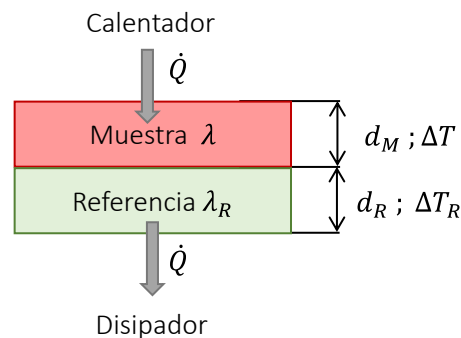

Figura 4. Arreglo experimental para la determinación comparativa de la conductividad térmica.
- 2) Luego de cada medición (1), abra el circuito y monitoree la diferencia de potencial en la celda en función de ΔT . Determine α .
- 6) Caracterice la celda Peltier como refrigerador. Para obtener la conductividad térmica realice una medición comparativa con un elemento de conductividad conocida, como se muestra esquemáticamente en la figura 4.
La conductividad térmica se define como $\lambda = \frac{\dot{Q}d}{A \Delta T}$. En consecuencia, si se establece un flujo de calor de estado estacionario a través de la celda Peltier en serie con una pieza de material de conductividad térmica conocida, como en la figura 4(a), la conductividad térmica de la celda puede obtenerse como: